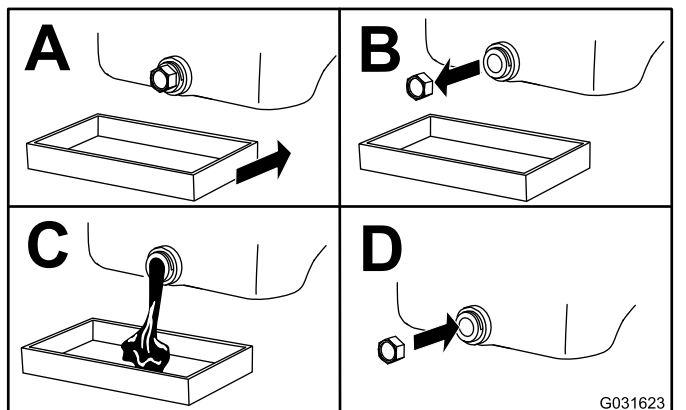

Bild 42
4. Wechseln Sie das Motoröl wie in Bild 42 gezeigt.